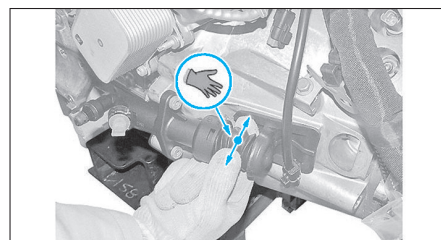

FIG. 6
- Vérifier le positionnement de la tige du cylindre récepteur d'embrayage dans sa fourchette (Fig.6).